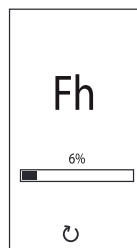

fig. 9 - Sfiato con ventilatore spento
- Nei successivi 280 secondi, prosegue il ciclo di sfiato con il ventilatore spento (fig. 9 - Sfiato con ventilatore spento).